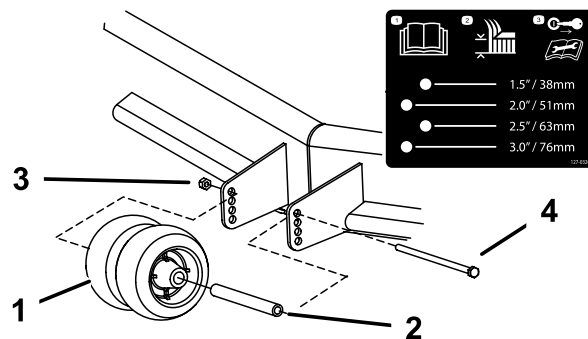

Figura 14
2. Reglai rolele anti-scalp aa cum se arată în Figura 14.